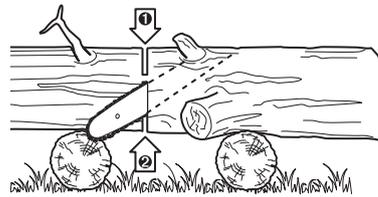

Fig.35
3. Si le tronc est surélevé des deux côtés (Fig. 35), coupez environ 1/3 de son diamètre par le dessus, puis coupez les 2/3 restants par en dessous, de manière à rejoindre la première entaille.